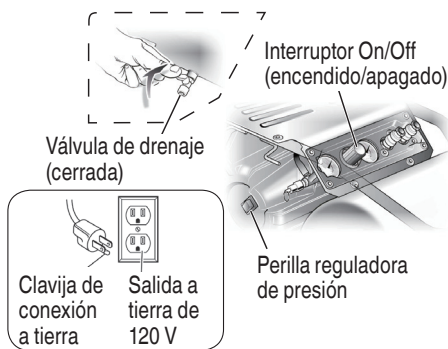

Fig. 10
- Asegúrese de que la válvula de drenaje del tanque esté cerrada (Fig. 10).
- Asegúrese de que el interruptor ON/OFF (encendido/apagado) se encuentra en la posición de apagado OFF (O) y de que el compresor de aire está desenchufado (Fig. 10).
- Asegúrese de que la perilla reguladora de presión esté girada por completo en sentido antihorario (Fig. 10).